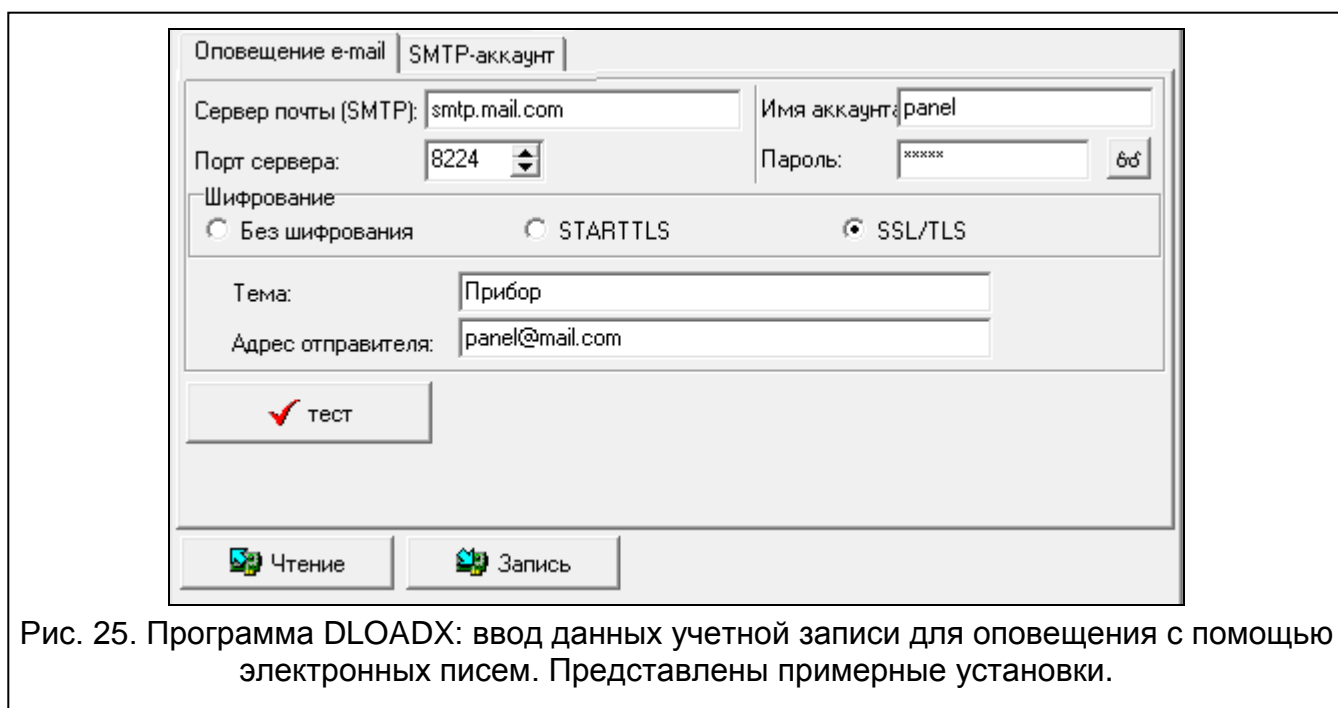

Рис. 25. Программа DLOADX: ввод данных учетной записи для оповещения с помощью электронных писем. Представлены примерные установки.
- программы DLOADX: окно «Versa – Пользователи» → закладка «Шаблоны пользователей» (рис. 25).